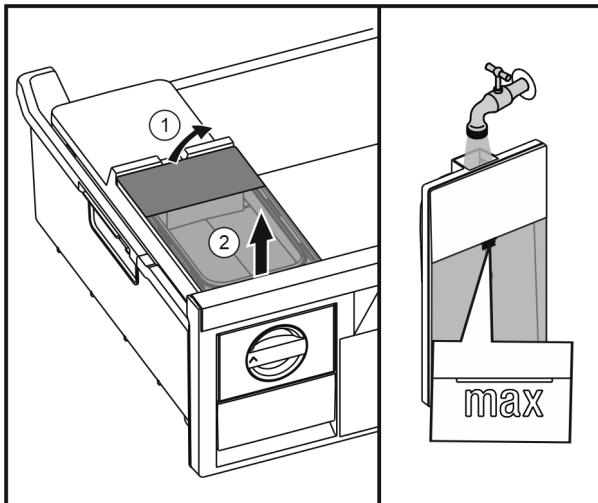

Fig. 55
- Sollevare il serbatoio dell'acqua da dietro Fig. 55 (1) e rimuoverlo sollevandolo Fig. 55 (2).